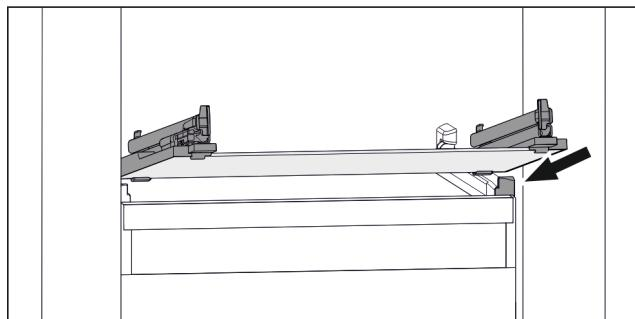

Fig. 126 玻璃隔板例图
- ▶ 将玻璃隔板斜放在止动器后面。 (参见 Fig. 126)